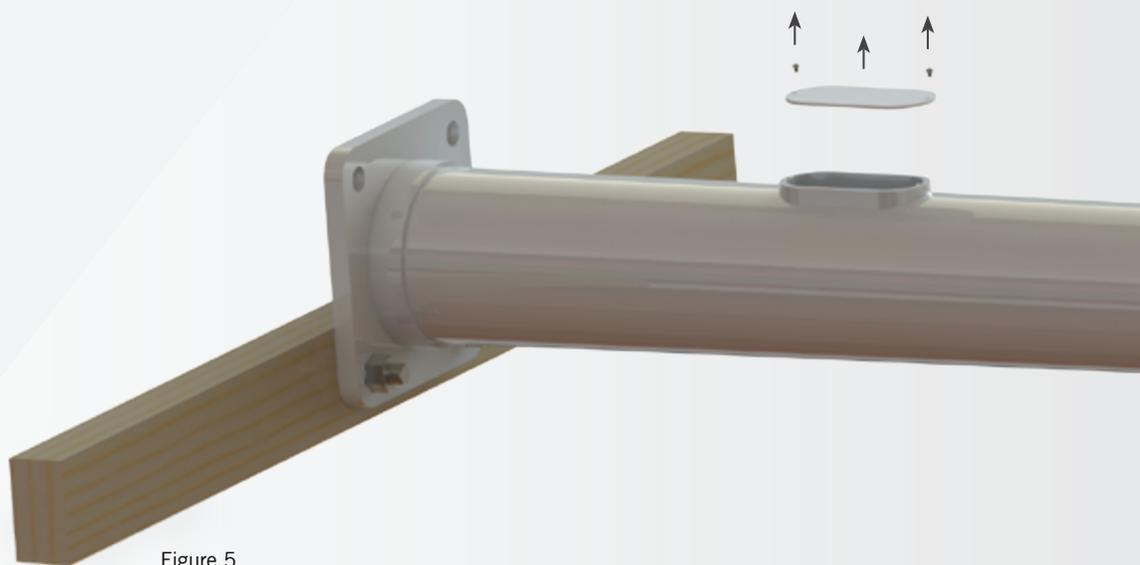

Figure 5
2. Dévisser le couvercle de la porte de service située au bas du fût à l'aide de la clé de verrouillage, elle servira de point de raccordement au câblage (Figure 5).